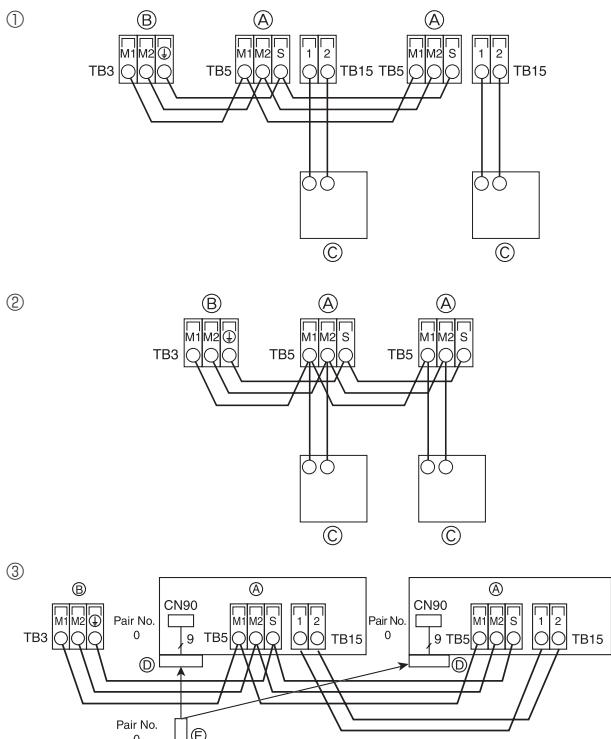
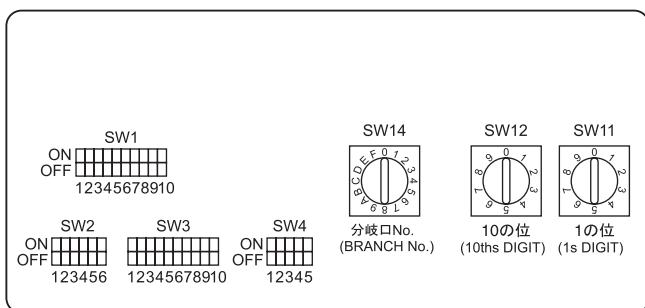

Fig. 4-5
Fig. 4-6
4.4. Подсоединение пульта дистанционного управления, кабелей передачи внутри и снаружи (Fig. 4-5)
- ① Пульт дистанционного управления "МА"
- ② Пульт дистанционного управления "M-NET"
- ③ Беспроводной пульт дистанционного управления (в случае установки приемника беспроводных сигналов)
4.5. Установка адресов (Fig. 4-6)